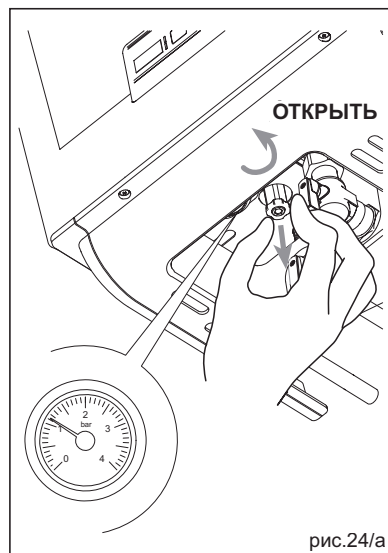

рис.24/а
– ОТСУТСТВИЕ ПЛАМЕНИ "AL 06" (рис. 24/б)